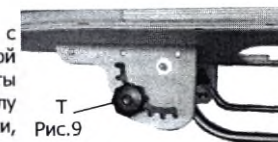

Рис.9
9) Регулировка положения столика (при наличии) (рис.9)
Для регулировки угла наклона необходимо ослабить винты с барашками (Т) с обеих сторон столика, соединенные между собой трубкой. Потянуть трубку под столешницей, так чтобы вытащить винты из пазов, столешницу перевести в желаемое положение по углу наклона, отпустить трубку чтобы винты (Т) оказались в пазах гребенки, зафиксировать положение - затянуть винты (Т) с обеих сторон (рис.9)